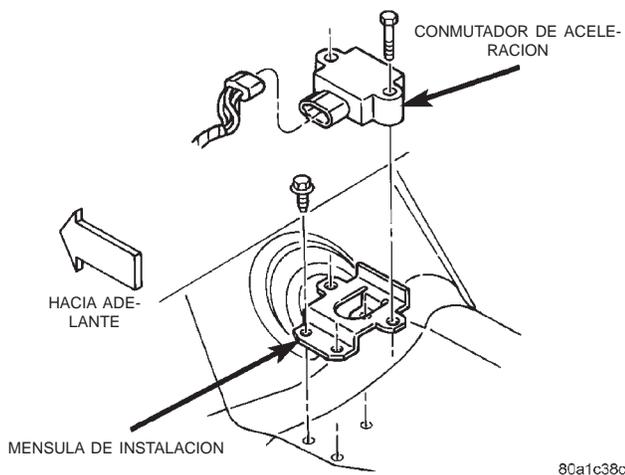

Fig. 14 Conmutador de aceleración
(1) Trabajando desde el lado del conductor, levante la alfombra situada delante de la consola/cambiador.
(2) Desconecte el mazo para el conmutador.
(3) Retire los pernos de instalación y retire el conmutador (Fig. 14).